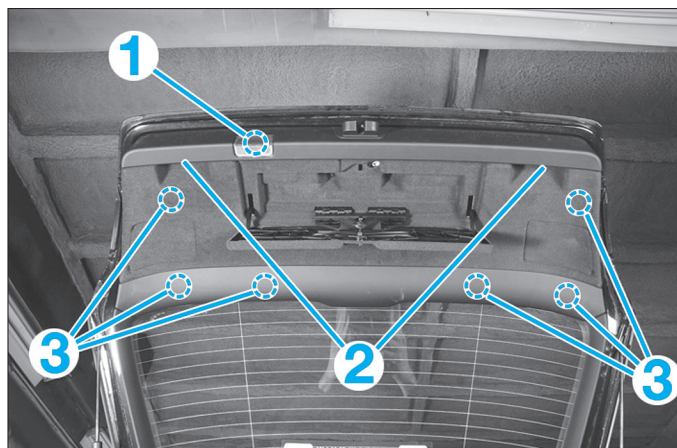

Fig. 39
- l'éclaireur (1) (Fig.39),
- les vis de fixation (2).